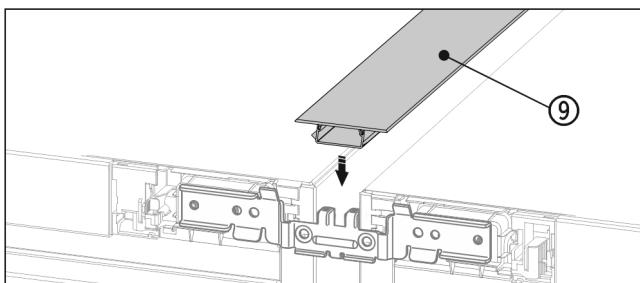

Fig. 20 *
- ▶ На верхней стороне вдавите в горизонтальную щель короткую декоративную планку Fig. 20 (9).*